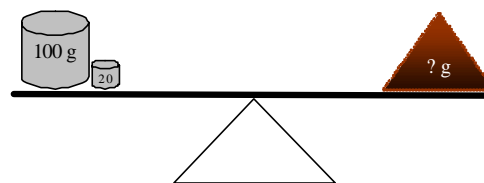

Fig. 5. Medición de masa por nulo o cero.
- a) Medición de masa de una muestra o producto en una balanza de dos platillos (Fig. 5).